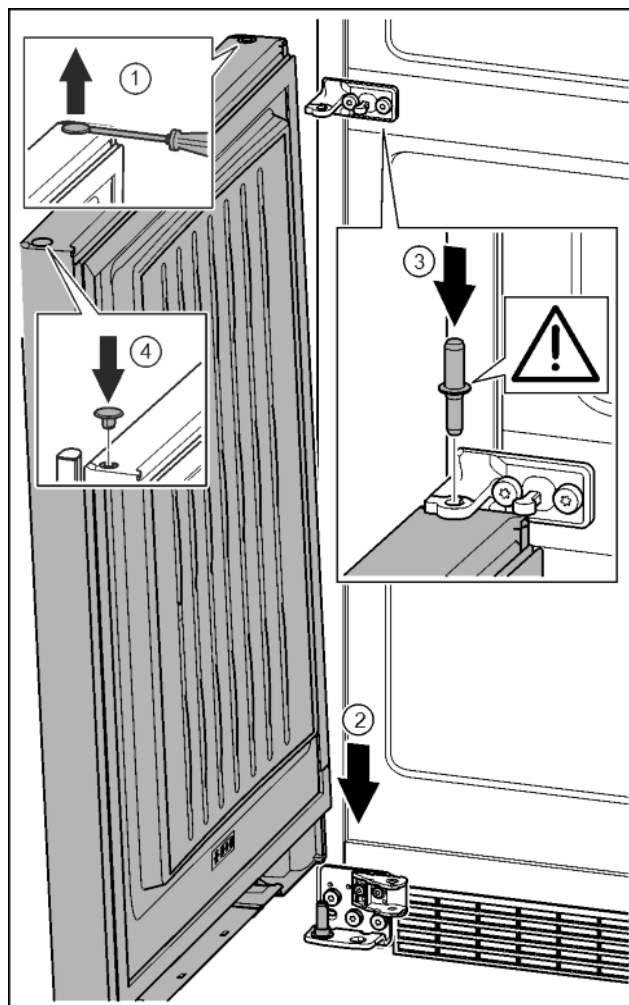

Fig. 35
- ▶ A dugót egy csavarhúzóval óvatosan emelje meg és húzza ki. Fig. 35 (1)
- ▶ Az ajtót felülről helyezze az alsó csapszegre. Fig. 35 (2)
- ▶ Helyezze be az alsó ajtóba a középső csapszeget a középső csapágybakon keresztül. Ügyeljen közben arra, hogy a bekattanó bütyök hátrafelé mutasson. Fig. 35 (3)
- ▶ A dugót helyezze be a másik ajtóoldalon. Fig. 35 (4)